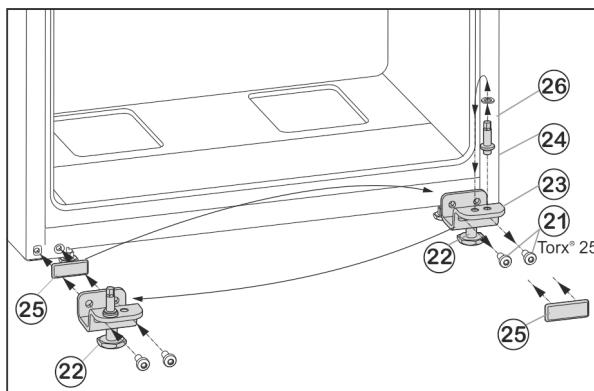

Fig. 7
- ▶ Развийте закрепващите винтове Fig. 7 (21).
- ▶ Свалете долната лагерна опора Fig. 7 (23) заедно с лагерния болт Fig. 7 (24), шайбата Fig. 7 (26) и крака Fig. 7 (22).
- ▶ Развийте лагерния болт Fig. 7 (24) заедно с шайбата Fig. 7 (26), поставете го в срещуположния отвор за лагерната опора и го завийте отново.
- ▶ Внимателно свалете покриваща плоча Fig. 7 (25) и я преместете на срещуположната страна.
- ▶ Отново завийте долната лагерна опора Fig. 7 (23) заедно с лагерния болт Fig. 7 (24), шайбата Fig. 7 (26) и крака Fig. 7 (22) върху новата страна на пантите, евент. с помощта на акумулаторна отвертка (с 4 Nm).
- ▶ Поставете долната врата отгоре върху лагерния болт Fig. 7 (24).
- ▶ Развийте крака Fig. 7 (22) на лагерната опора долу Fig. 7 (23), докато опре върху пода.